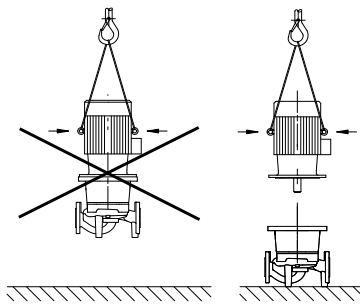

Fig. 8: Transportul motorului
- Inelele de transport de la motor sunt admise numai pentru transportul motorului, nu și a întregii pompe (Fig. 8).